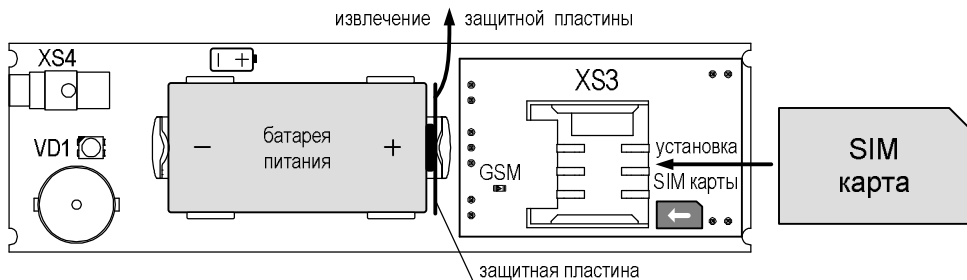

Рис.7 Установка SIM карты, извлечение защитной пластины
Сигнализатор поставляется с установленной батареей питания, изолированной от контакта защитной пластиной (см. рис.7).
1. Установите SIM карту как показано на рис.7.
2. Извлеките защитную пластину из контактов батареи питания (см. рис.7) или установите батарею питания соблюдая полярность (если она была извлечена).